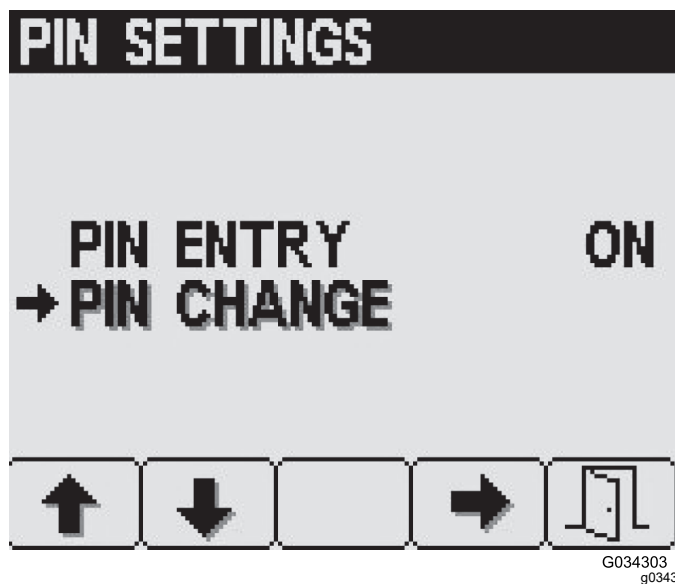

Figura 26
1. Premete il pulsante 1 o 2 per selezionare l'opzione MODIFICA PIN (Figura 26).
- Premete il pulsante 4 per selezionare la voce MODIFICA PIN (Figura 26).